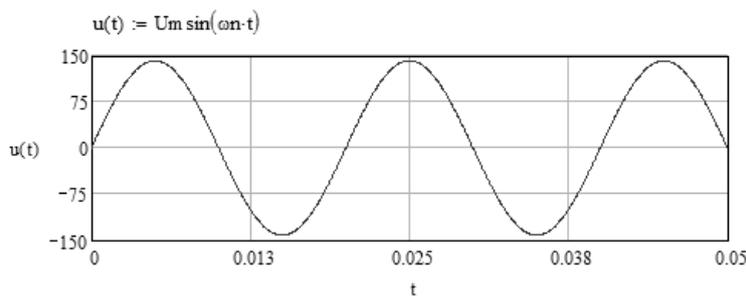

Рис. 5. Напряжение источника питания
7. Собрать схему цепи в *EWB* рис. 5.
Временная зависимость (осциллограмма) напряжения источника питания (рис. 5).